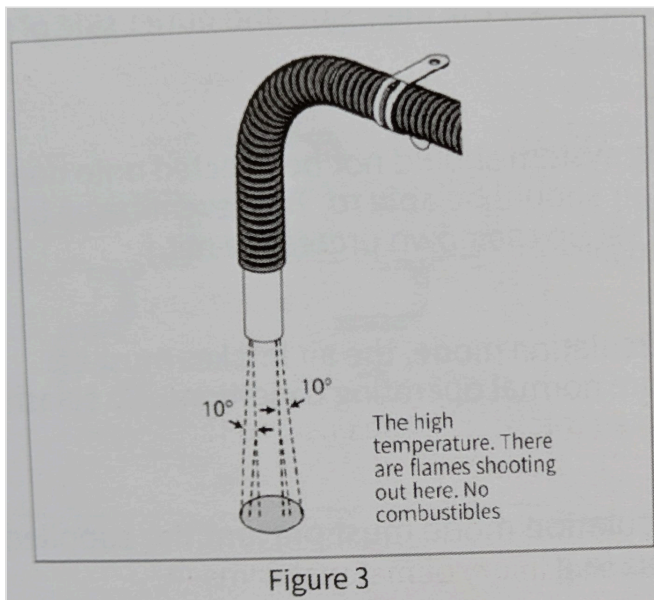

図3（図中：高温。炎が噴き出すことがある。可燃物厳禁）
1. 配管の出口が泥・雨・雪などで詰まらないように配置すること（図3）。